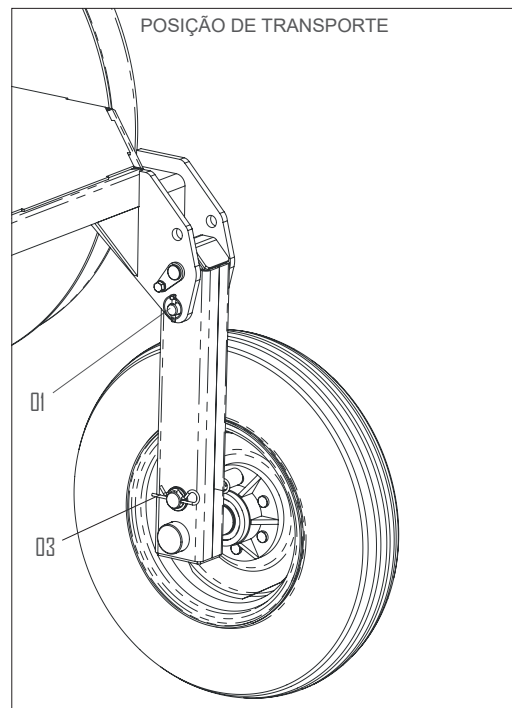

FIGURA 33
4 - Trave os rodeiros nessa posição utilizando novamente o pino (1), conforme demonstrado na Figura 33.